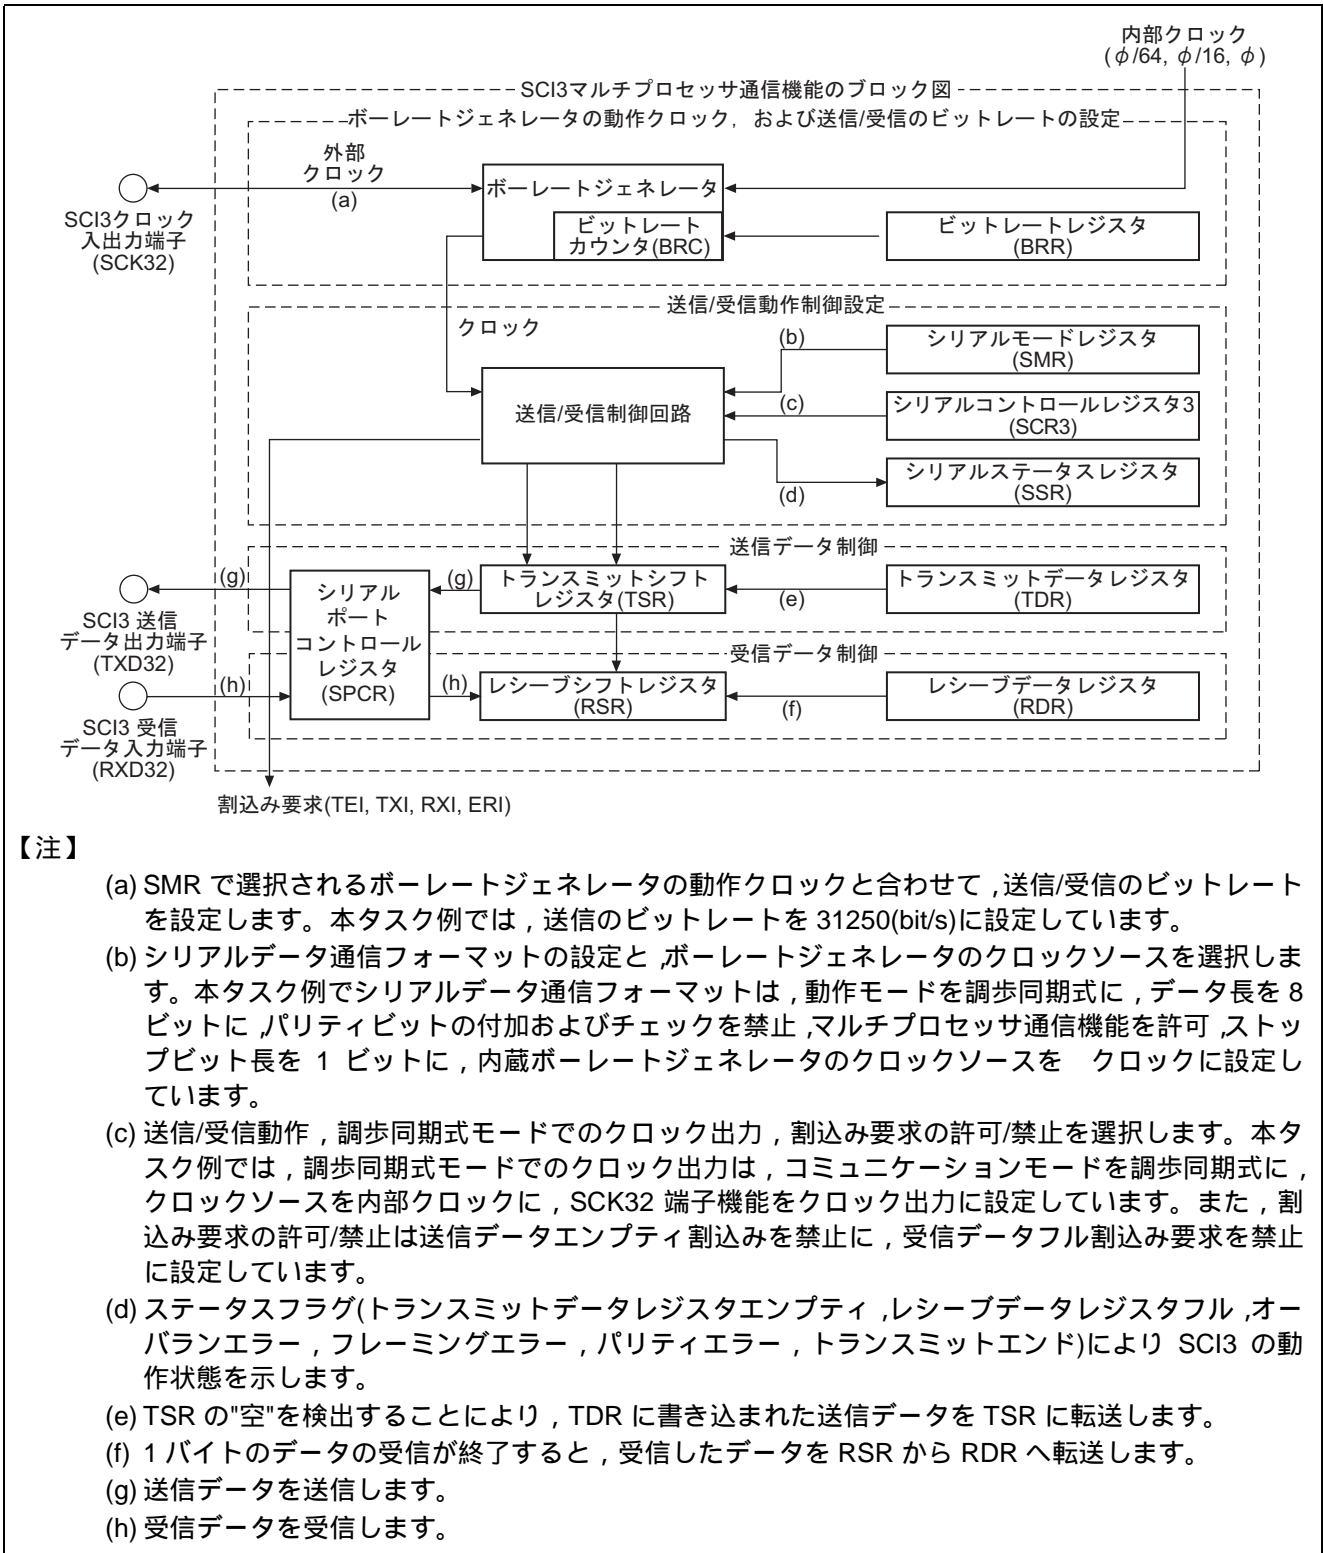

図 3 マルチプロセッサ通信機能のブロック図
- (1) 本タスク例では、シリアルコミュニケーションインタフェース(SCI: Serial Communication Interface)を使用して、マルチプロセッサ通信の送信を行ないます。図にマルチプロセッサ送信のブロック図 3 を示します。以下にマルチプロセッサ通信のブロック図について説明します。